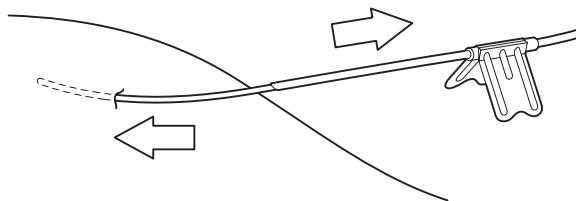

図6
9. 針に引き戻しながら、カテーテルを前方に押します。図6を参照してください。針が皮膚から出た後に、カテーテルを所定の位置にテープします。